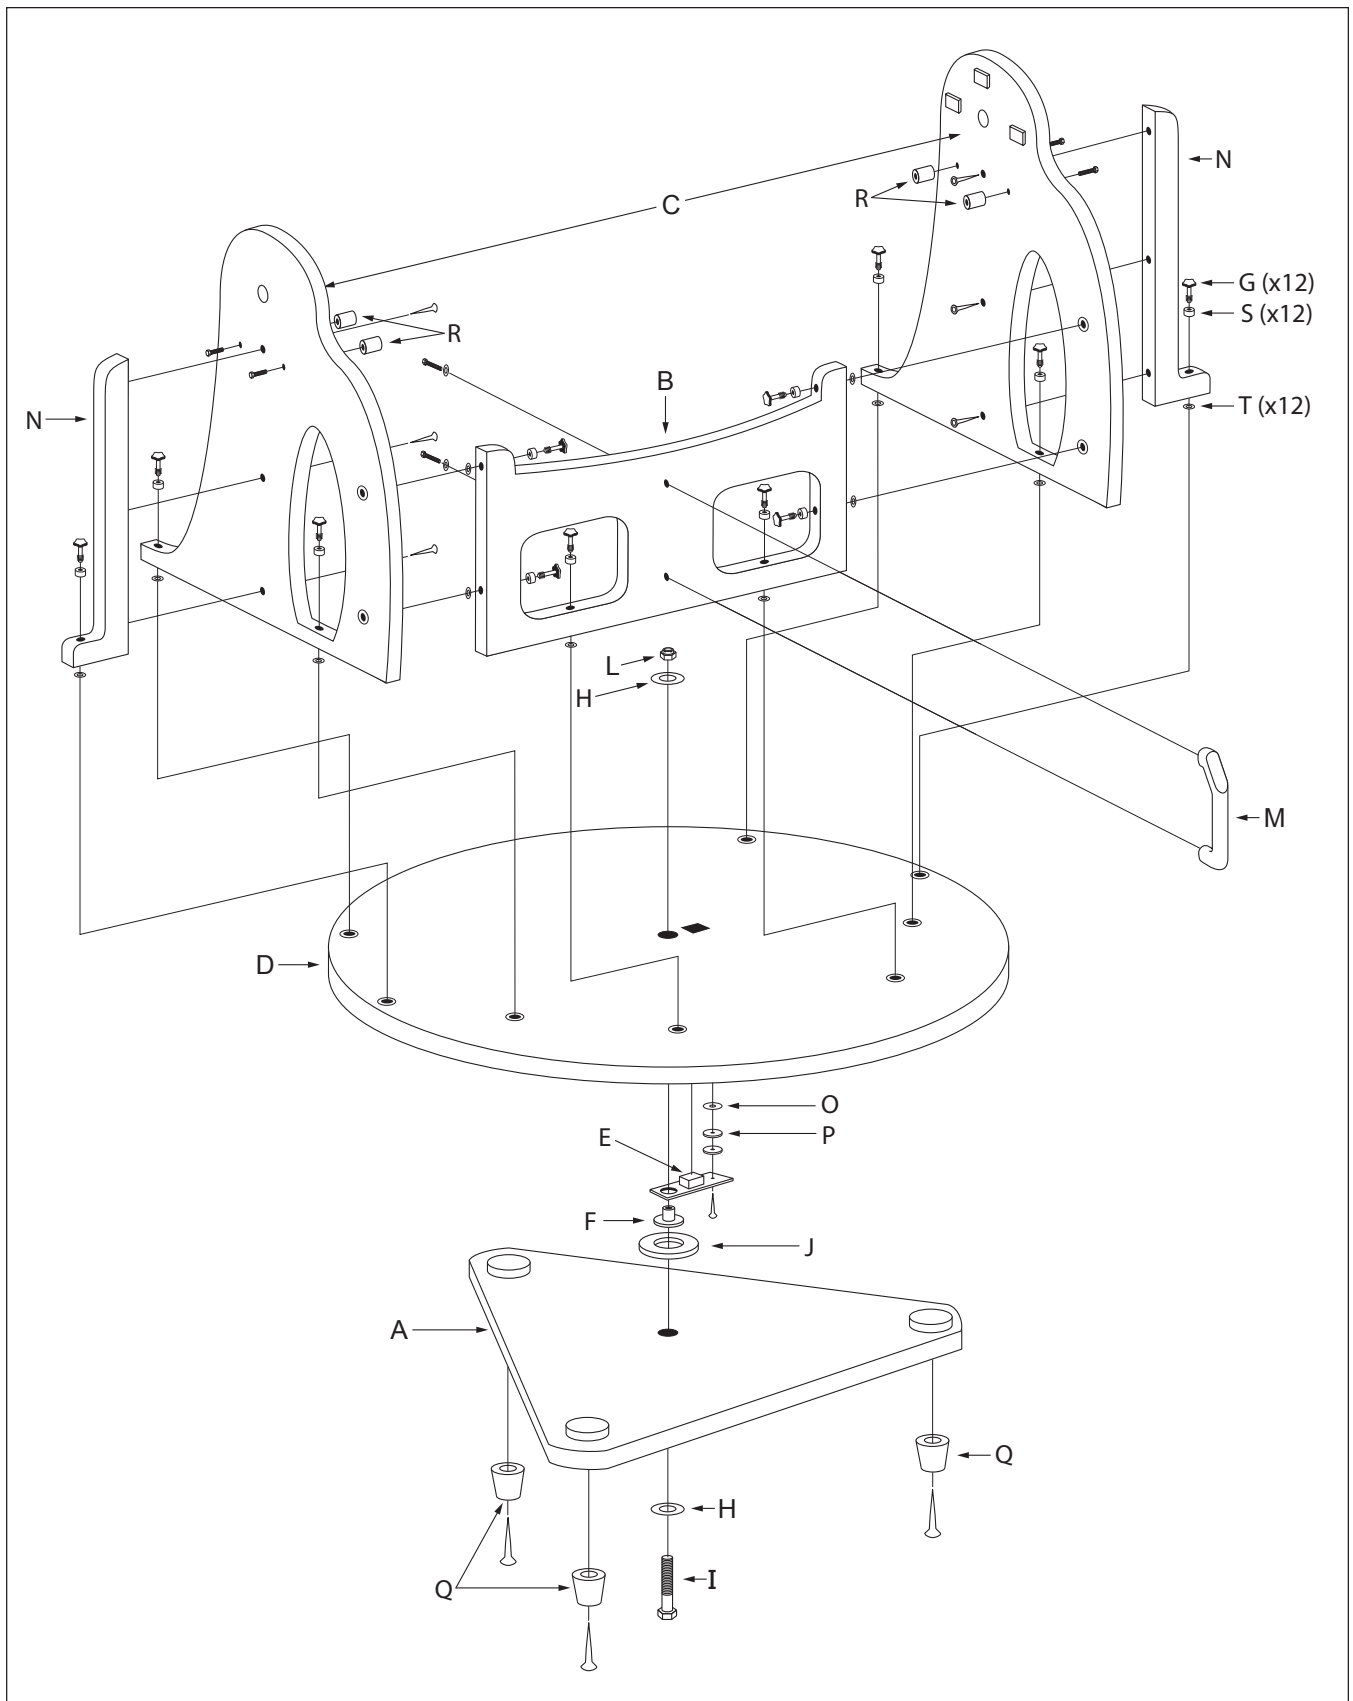

Abbildung 7. Explosionsansicht der XX14i Basis.
Beziehen Sie sich während der Montage der Basis auf **Abbildung 7**. Achten Sie beim Anziehen der Schrauben darauf, die Schrauben nicht zu fest anzuziehen, um die Gewinde nicht zu beschädigen. Wenn Sie einen elektrischen Schraubendreher verwenden, ziehen Sie die Schrauben zum Schluss von Hand fest, um Beschädigungen zu verhindern.
1. Schrauben Sie die Füße (Q) mit einem Kreuzschlitz-Schraubendreher und den Holzschrauben zum Befestigen der Füße von unten in die untere Basisplatte (A). Führen Sie die Schrauben dazu durch die Füße, und schrauben Sie sie in die dafür vorgesehenen Bohrungen.
2. Befestigen Sie die Seitenstreben (N) mit je drei Schrauben für die Montage der Basis an den beiden Seitenwänden (C). Die Halterung sollte an der Außenfläche der Seitenwand angebracht werden, auf der das SkyQuest XX IntelliScope Etikett sichtbar ist. Führen Sie die Schrauben durch die Bohrungen in den Seitenwänden, und schrauben Sie sie in die dafür vorgesehenen Bohrungen der Seitenstreben. Ziehen Sie die Schrauben mit dem 4-mm-Innensechskantschlüssel fest.
3. Montieren Sie nun die Verbindungsschrauben (G) für die Basis, die alle bereits mit einem schwarzen Drehknopf ausgestattet sind. Insgesamt müssen 12 Verbindungsschrauben montiert werden. Einzelheiten zu den entsprechenden Bohrungen finden Sie in **Abbildung 7**. Beginnen Sie mit der Frontplatte (B), an der sich sechs durchgängige Bohrungen für die Verbindungsschrauben befinden.
Schieben Sie zuerst ein Distanzstück (S) auf eine der Verbindungsschrauben. Stecken Sie dann die Verbindungsschraube durch die Bohrung. Beachten Sie dabei jeweils die in **Abbildung 7** angegebene Richtung. Halten Sie mit einer Hand den Drehknopf, während Sie mit der anderen eine Gummi-Sicherungsscheibe über das vorstehende Ende der Schraube schieben.
25. Befestigen Sie den Handgriff (M in **Abbildung 7**) mit den zwei Schrauben zum Befestigen des Handgriffs an der Frontplatte (B). Schieben Sie auf jede Schraube eine Unterlegscheibe zum Befestigen des Handgriffs, und drücken Sie den Handgriff dann gegen die Frontplatte. Die Seite des Handgriffs mit dem Orion-Logo sollte dabei nach oben weisen. Drehen Sie die Schrauben mit dem mitgelieferten Rollgabelschlüssel von innen durch die Frontplatte in den Handgriff, und ziehen Sie sie fest.